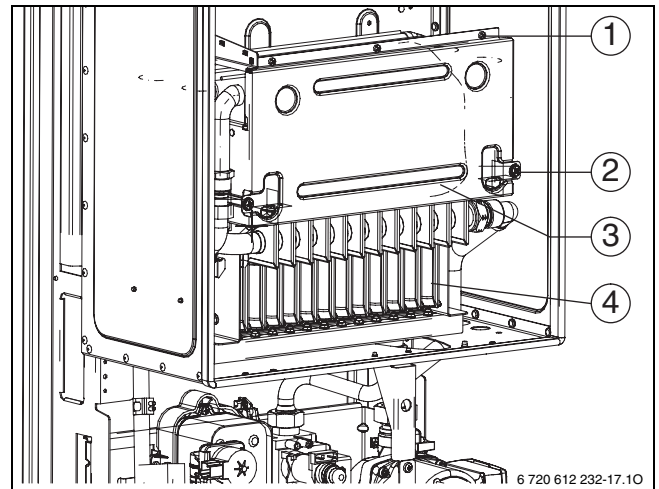

Bild 83 Brenner öffnen
- Vorderwand der Brennkammer und Brenner abnehmen (→ Bild 83).